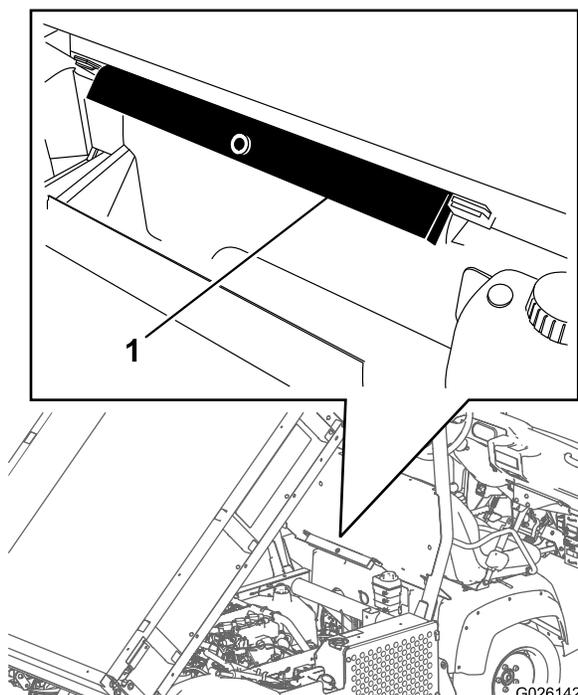

図 31
2. ROPS パネルの後ろについている保管用ブラケットから荷台サポート安全サポートを取り外す図 31。